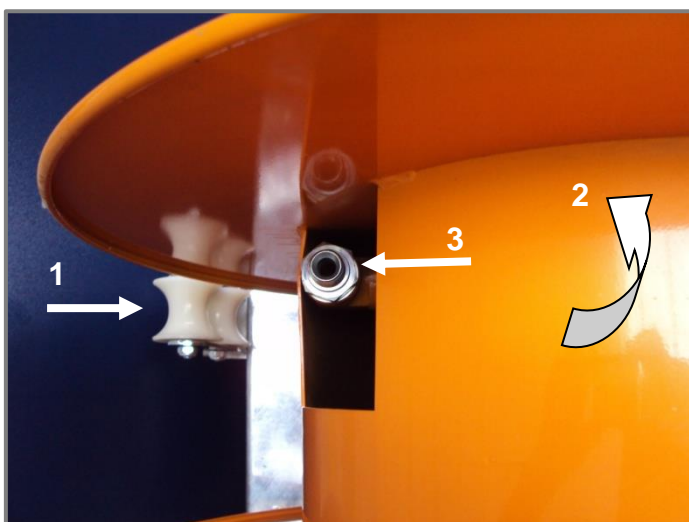

Figure 7.2 Ordre dans lequel le tuyau doit être installé sur l'enrouleur
- Tournez l'enrouleur à la main jusqu'à ce que le guide du tuyau soit le plus éloigné possible de l'endroit où est situé le point de connexion sur l'enrouleur. Le point de connexion doit se trouver dans sa position la plus haute (comme le montre la figure 7.2).
- Faites passer le tuyau dans le guide du tuyau (1)
- Faites passer le tuyau par-dessous l'enrouleur (2)
- Raccordez le tuyau au point de connexion (3)